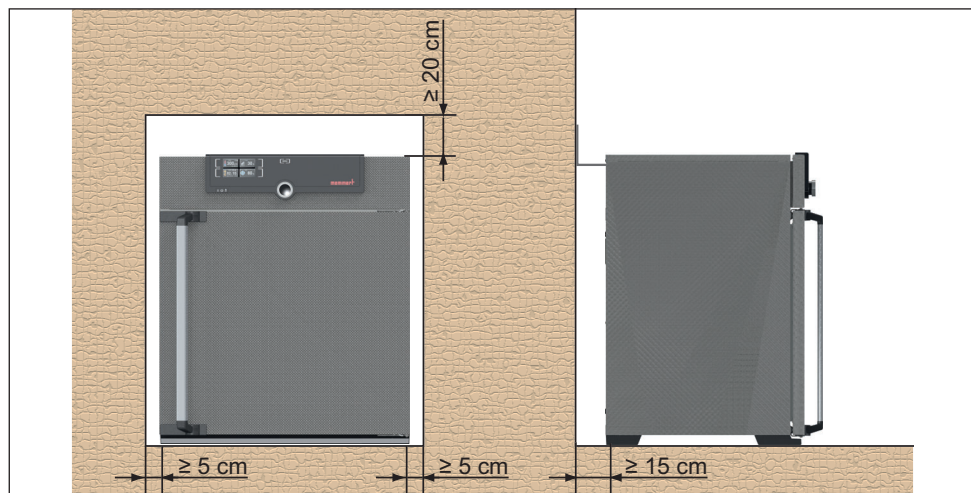

Рис. 8 Минимальные расстояния для стен и потолка
Расстояние между стеной и задней стенкой устройства должно составлять не менее 15 см. Расстояние от устройства до потолка должно составлять не менее 20 см, а от боковой стороны устройства до стены или соседнего устройства — не менее 5 см (Рис. 8). Это необходимо для обеспечения достаточной циркуляции воздуха вокруг устройства.
2. Отогните приспособление для защиты от опрокидывания на 90° вверх на требуемом расстоянии от стены (соблюдайте минимальное расстояние до стены, см. Рис. 8).